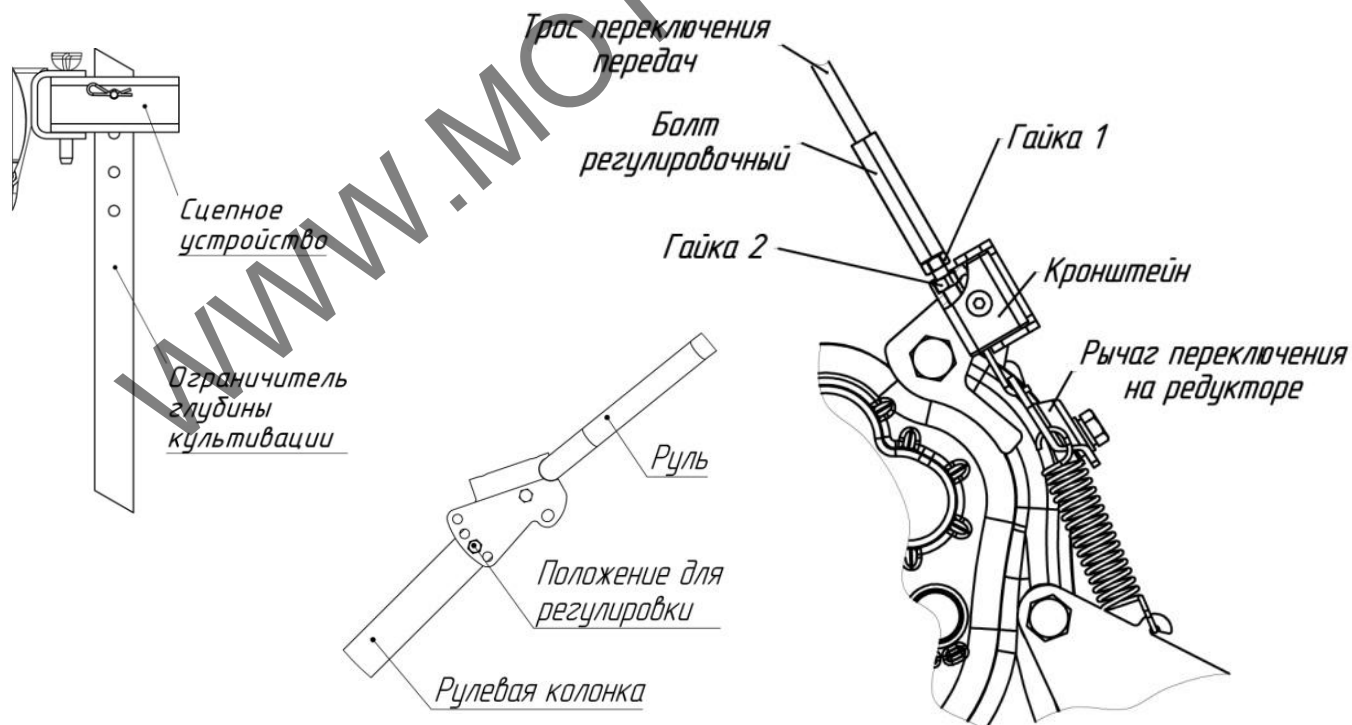

Рис.16 Регулировка переключения передач
2. Ограничитель глубины культивации установите в крайнее верхнее отверстие (рис.16).
3. Установите руль в третье отверстие сверху (рис.16).
6.1. Расконтрите Болт регулировочный отвернув Гайку 1 вниз (рис.16).
6.2. Вывинчивая регулировочный болт (рис.16), найдите положение, в котором при прокручивании фрез нет постороннего шума.